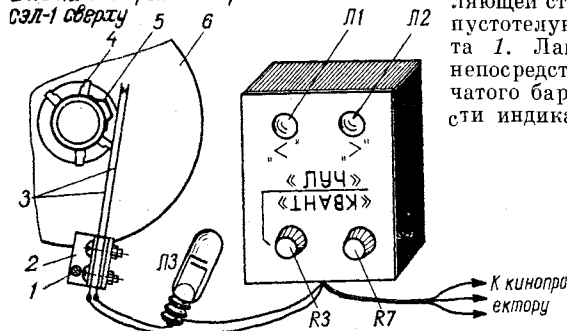

Рис. 2
Индикатор выполняется в виде приставки (рис. 2). На ее переднюю панель наносят надписи «Луч» и «Квант», перевернутые относительно друг друга. Это дает возможность, поворачивая приставку, правильно воспринимать знаки «<» (меньше) и «>» (больше), нанесенные рядом с лампами индикатора скорости, при работе с разными проекторами.
Дополнительную контактную группу $КГПР$ (3) устанавливают в синхронизаторе, как показано на рис. 2. Кулачок 4, представляющий собой крышку от переменного резистора СП с припаянной к нему дужкой 5, закрепляют на диске 6 синхронизатора. Кронштейн 2 с контакта-